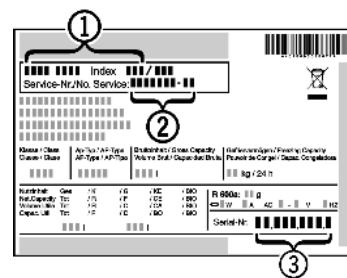

Fig. 49
- ▶ Apparaataanduiding Fig. 49 (1), servicenummer Fig. 49 (2) en serienummer Fig. 49 (3) van het typeplaatje aflezen. Het typeplaatje bevindt zich aan de binnenkant van het apparaat.